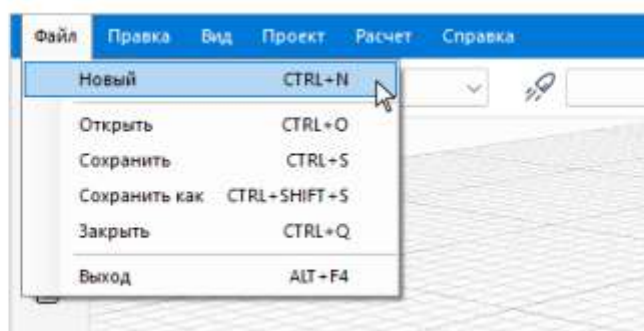

Рисунок 4.2 – Создание нового проекта
- выполнив команду **Файл** → **Новый** (см. Рис. 4.2);